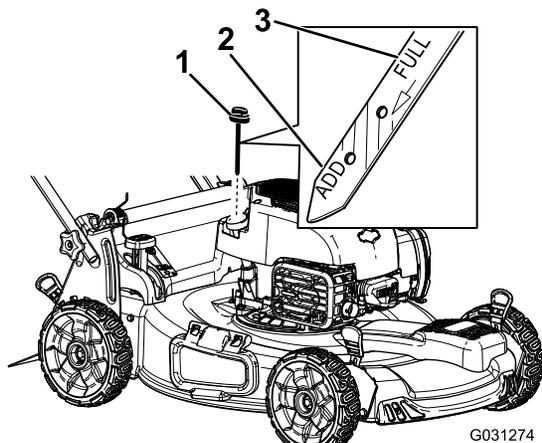

Figure 4
- Retirez la jauge (Figure 4).
- Versez de l'huile lentement dans le goulot de remplissage pour faire monter le niveau jusqu'au repère du plein (Full) sur la jauge (Figure 4). **Ne remplissez pas excessivement.**